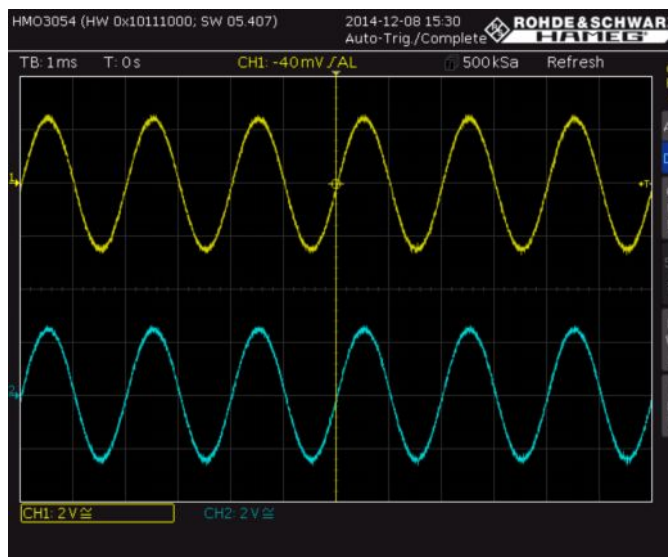

Рис. 2-37 – Графики u_{in} (CH1, желтый) и u_{out} (CH2, синий) после нажатия клавиши "AUTO SET"
- Нажмите клавишу *Auto Set (Автонастройка)*. Запуск выполняется по переднему фронту входного напряжения u_{in} (CH1). Масштабы по осям X и Y устанавливаются автоматически (рис. 2-37).